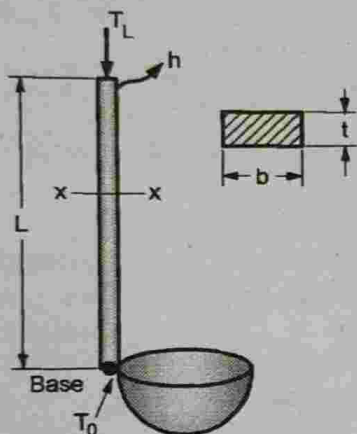

Fig. P. 3.8.25
**Soln. :** Refer Fig. P. 3.8.25